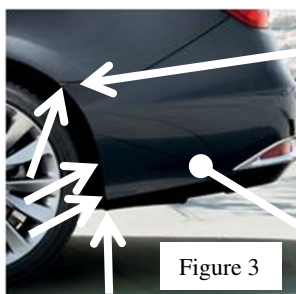

Figure 3
- Enlever quatre (4) vis sur le carénage au passage de roue. Des deux côtés. Une vis dans le bas du carénage, deux derrière la roue, et une directement en haut, derrière le carénage du pare-chocs aux points de connexion du panneau latéral. Voir la Figure 3. En raison des variantes d'un modèle de véhicule à l'autre, des fixations différentes ou supplémentaires sont peut-être ignorées ici, il faut donc s'assurer d'enlever toutes les fixations avant de retirer le carénage.